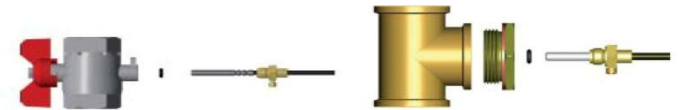

Рисунок 2
- утримуючи ущільнюючу гайку у руці, вставте перетворювач температури у кульовий кран, та закрутіть гайку з допустимим крутним моментом.(рисунок 2).
— утримуючи ущільнюючу гайку у руці, вставте температурний датчик в адаптер G1/2, та закрутіть гайку також з допустимим крутним моментом.(рисунок 2).